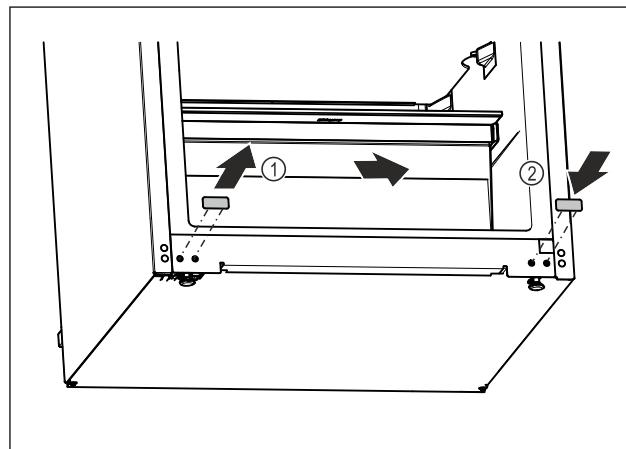

Fig. 16
- Издърпайте покриваща тапа. Fig. 16 (1)
- Поставете покриваща тапа от другата страна. Fig. 16 (2)